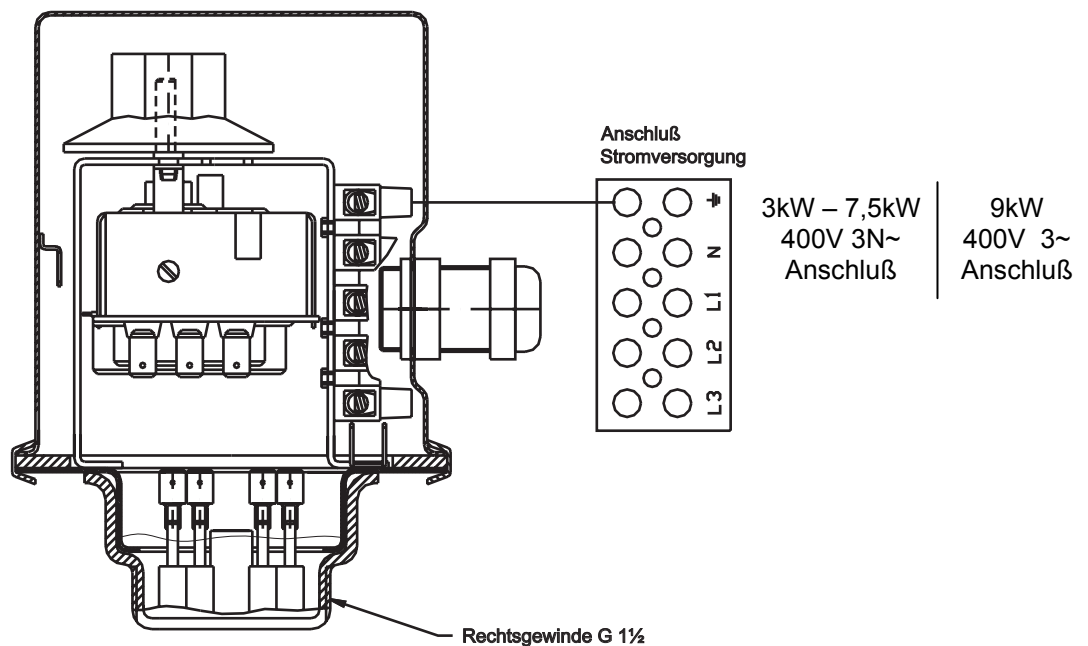

Bild 1.
- Kabel durch die Verschraubung M20 führen und die Einzeladern an der Anschlußklemme anschließen (she. Bild 1).